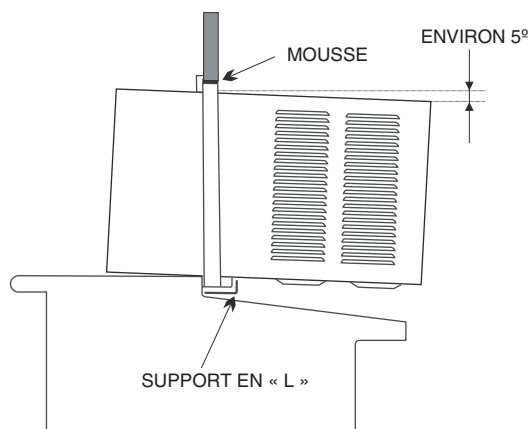

FIGURE 7 — EMPLACEMENT D'INSTALLATION DU CLIMATISEUR
8. Placez le climatiseur dans la fenêtre. Le guide inférieur du climatiseur doit se trouver entre l'appui de la fenêtre et les supports en « L ». Abaissez le châssis de la fenêtre jusqu'à ce qu'il repose fermement sur le guide supérieur de l'appareil. Assurez-vous que le haut et le bas du caisson est bien positionné dans l'ouverture de la fenêtre. Consultez la Figure 7.